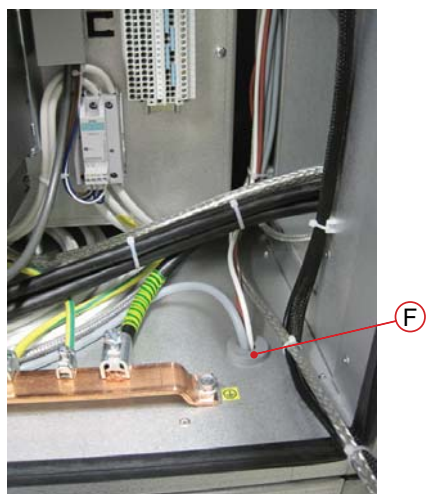

Рисунок 3.19 F: Втулка для кабелей РТЗ/РТ1000
- Подключить РТЗ и датчик РТ1000, см. Рисунок 3.19, Рисунок 3.20 и Рисунок 3.21.